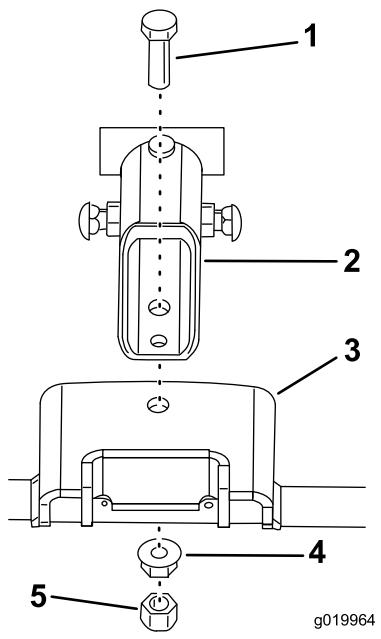

図 5
1. ピボットブラケットをねじ(1/2インチ)でフレームに取り付け、フランジナット(1/2インチ)で固定する(図 5)。